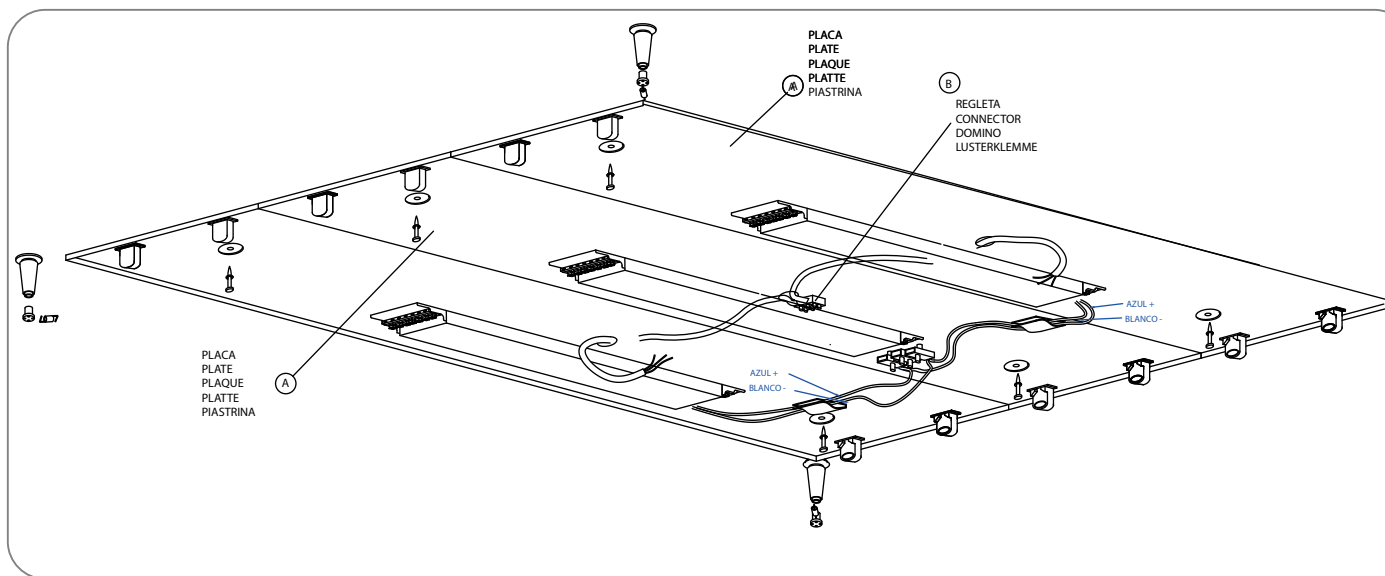

Fig.2
3. Mettre les douilles C a l'aide de chevilles et de tire-fonds fig 2 EN RESPECTANT les mesures indiquées dans la fig 3. NOTE: Utiliser le gabarit pour le calcul des separations des douilles (en prenant soin de bien la placer contre le bord de la plaque fig 3). Ces mesures sont TRES IMPORTANTES pour bien placer la toile.
3. Colocar los conos C mediante tacos y tirafondos, como indica la fig 2 y RESPETANDO las medidas que indica la fig 3. NOTA: Utilizar la plantilla para el cálculo de las distancias de los conos, teniendo cuidado de hacer bien tope en el borde de la placa (fig 3). Estas medidas son MUY IMPORTANTES para que la tela quede correctamente colocada.
3. Fix lampholders C using blocks and lag screws as per fig 2, CONSIDERING sizes as per fig 3. REMARK: Use the template in order to calculate right distances for lampholders. Be careful that an accurate plate stoppage is achieved as per fig 3. This sizes are VERY IMPORTANT to achieve a good cloth setting.